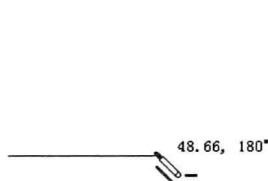

图 1-13 绘制水平直线
- ◆ 水平直线：在绘制水平直线时，光标附近会出现水平直线图标符号，如图 1-13 所示。